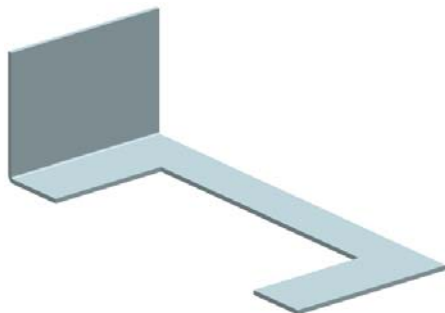

图 6-28 创建弯边特征
(3) 在“弯边”对话框中，单击应用按钮，创建弯边特征，如图 6-28 所示。